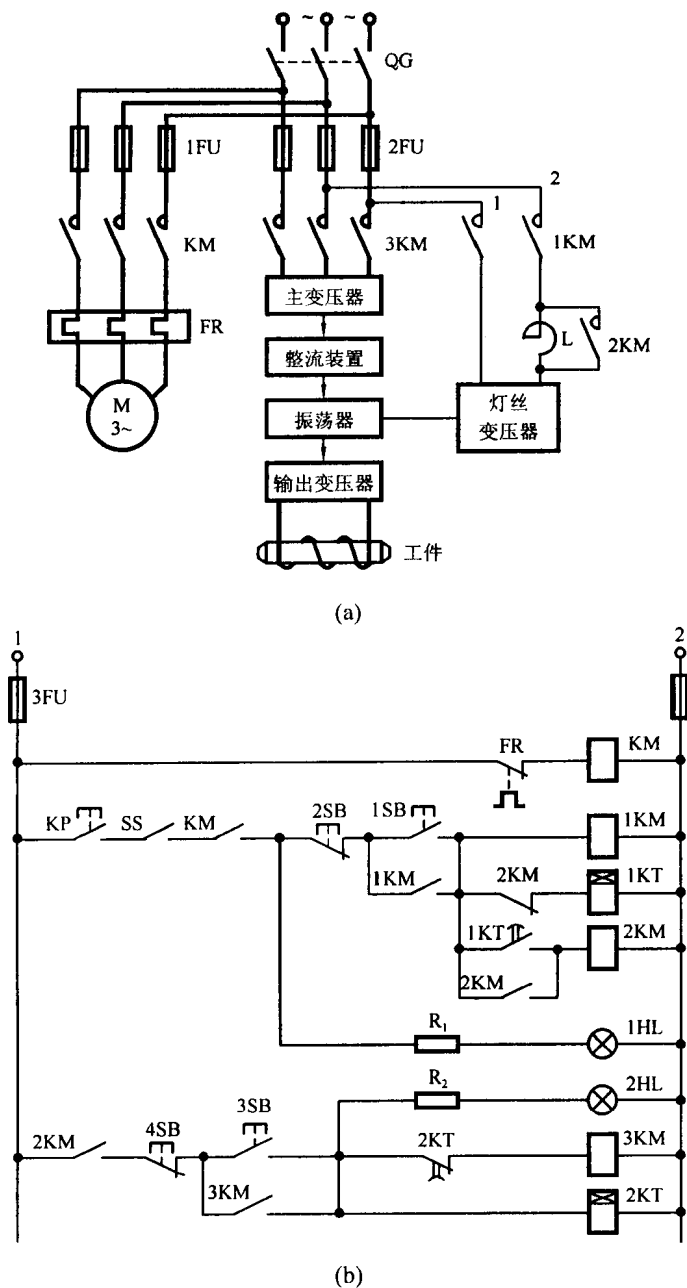

图 8.4 例 8-4 图
(1) 高频电源需要进行风冷, 高频加热感应圈要求有循环水进行冷却, 因此, 冷却水压力不足和通风机没开动时不许投入工作, 且为了安全, 设备门没关好时也不允许工作。并用绿色信号灯指示这三个条件。
(2) 高频电流发生器 (振荡器) 的灯丝要先接入较低电压进行一定时间的预热后才接入额定电压。
(3) 当灯丝加入额定电压后才允许接通高频电源的主变压器, 使高频电能输出, 对工件进行淬火处理; 每个工件的淬火时间要能自动控制。并用红色信号灯指示有高频电能输出。
**解** 若用压力继电器 KP 反映压力的大小, 用时间继电器 KT 反映时间的长短, 用电抗器 L 降低灯丝电压, 则高频加热设备的主电路和控制电路如图 8.4(a)和(b)所示。